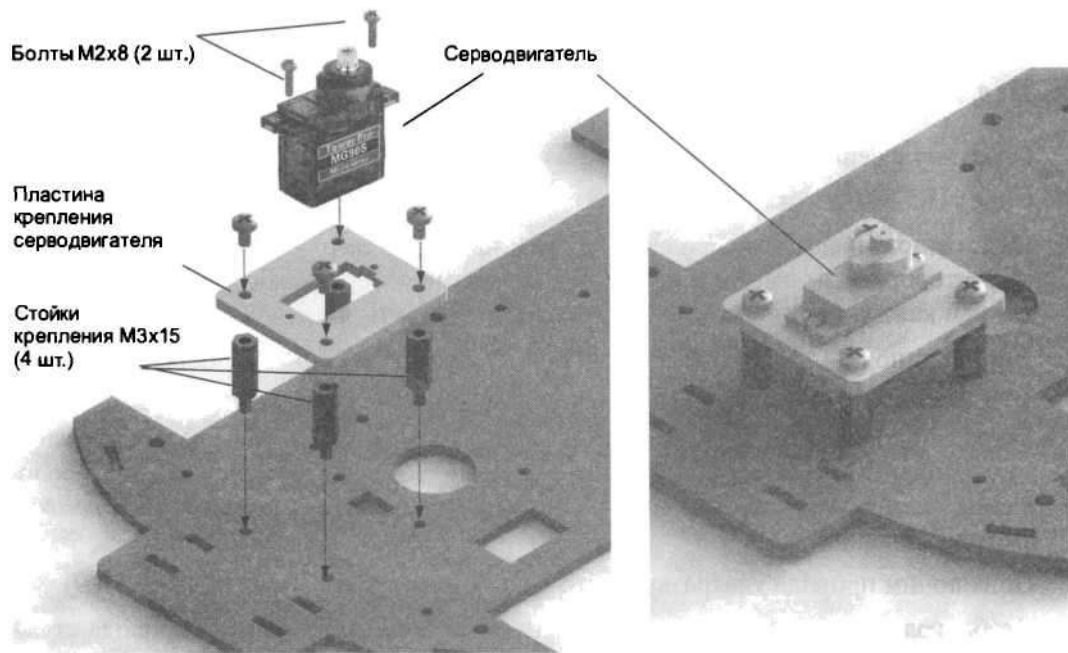

Рис. 10.7. Установка сервомотора
- 1) Установим четыре шестигранных стойки и закрепим их снизу гайками, как показано на рис. 10.7.